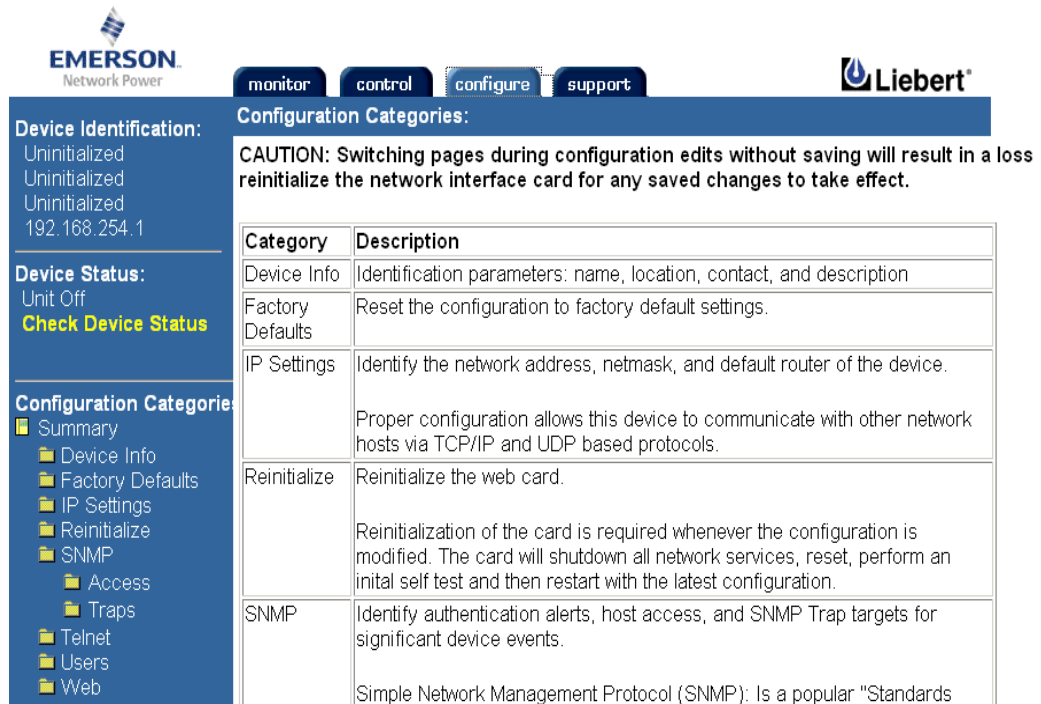

图1-10 配置界面
2. 点击 **configure** 标签，进入配置界面，如图 1-10 所示。